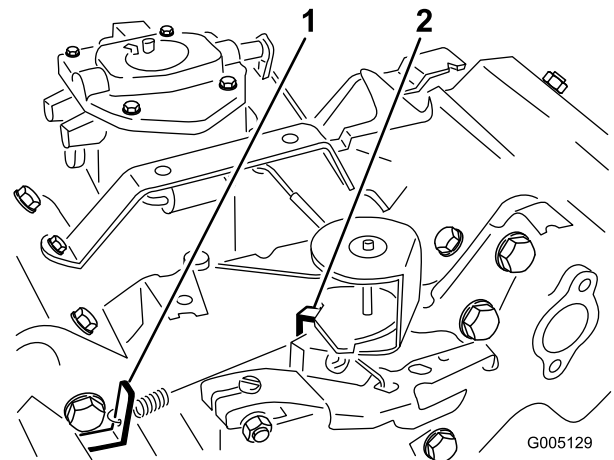

Figura 48
- Doble la pestaña de anclaje del muelle de regulación del ralentí (Figura 48) hasta obtener una velocidad de ralentí de 1650 ± 100 rpm. Compruebe la velocidad con un tacómetro.
- Mueva el control del acelerador a la posición Rápido. Doble la pestaña de anclaje del muelle de alta velocidad (Figura 48) hasta obtener una velocidad alta de 2850 ± 50 rpm.